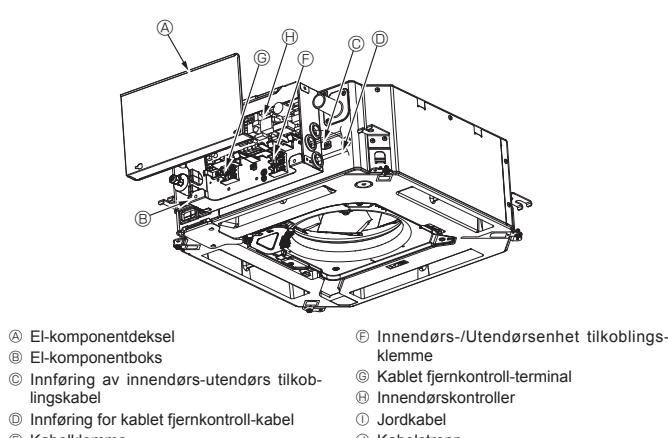

Fig. 7-3
7.2. Innendørsenhet (Fig. 7-3, Fig. 7-4, Fig. 7-5)